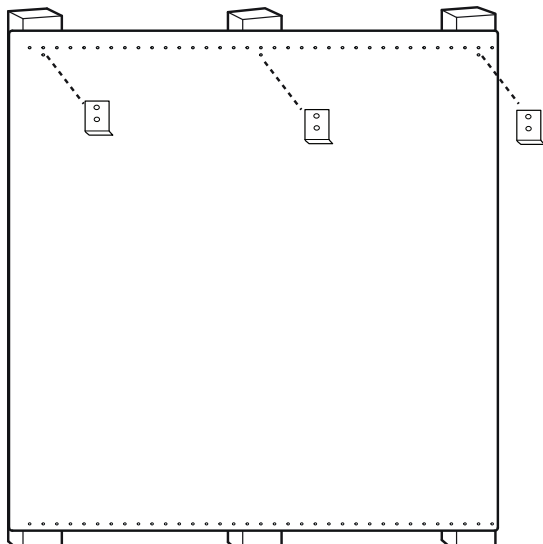

Figura 16: Consola trasera de protección con estante guardacaliente
3. En el lugar indicado en la *Figura 16*, fije los soportes inferiores proporcionados con el estante guardacaliente a través de la consola trasera de protección en los travesaños de pared.